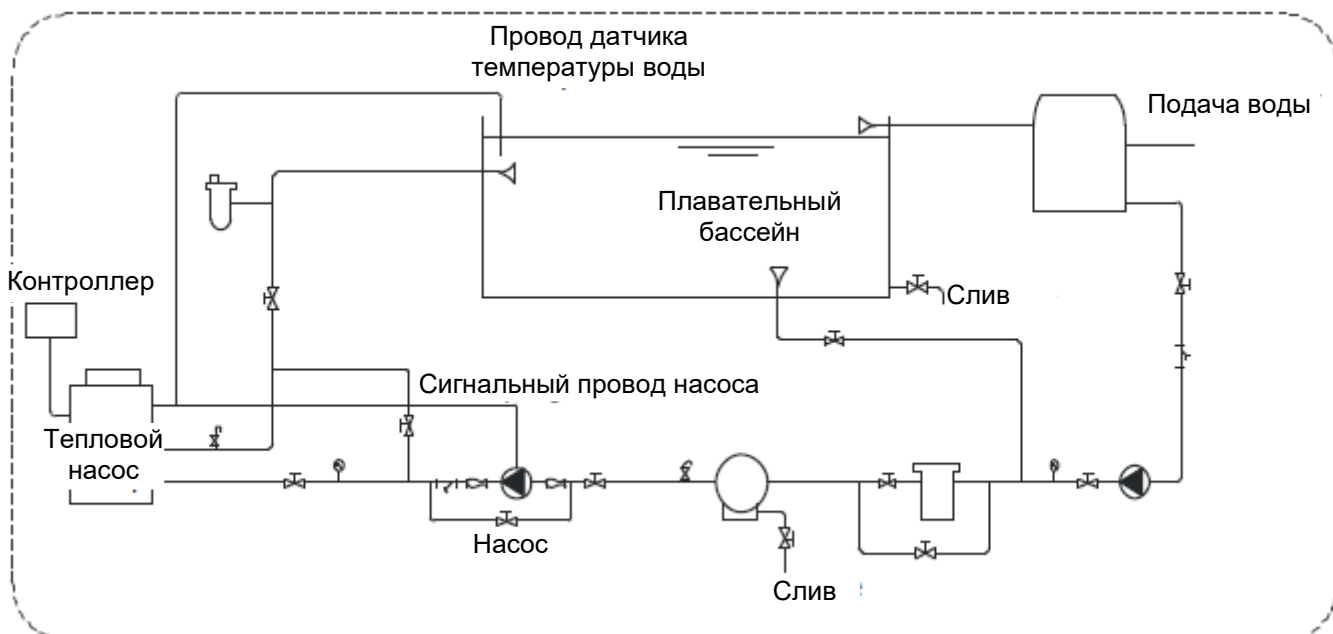

Рисунок 7. Схема (один устройство для справки)
- При подсоединении впускной и выпускной труб для воды используйте два трубных ключа для регулировки двух частей труб и убедитесь, что впускная и выпускная трубы не перекручены (см. Рисунок 7).